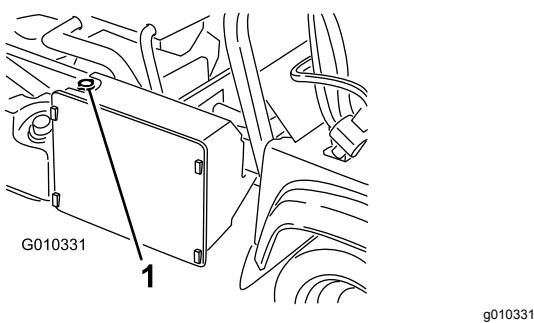

Рисунок 70
3. Снимите крышку радиатора (Рисунок 70).
4. Снимите крышку расширительного бачка (Рисунок 70).
7. Долейте жидкость в радиатор и установите на место крышку (Рисунок 70).